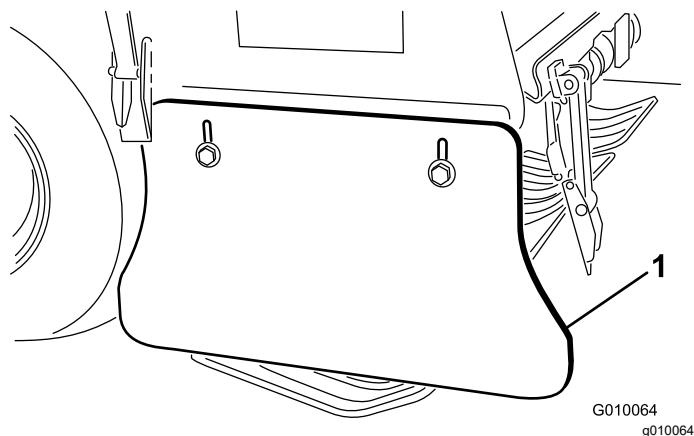

Figura 183
2. Allentate le viti a testa cilindrica e i dadi di bloccaggio flangiati che fissano lo schermo laterale al telaio della testa di carotaggio (Figura 183).